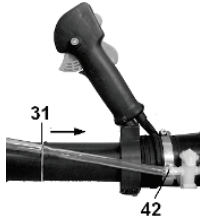

Рис. 12
Вставьте свободный конец другого шланга подачи раствора (23) через заглушку (31) и закрепите его на патрубке клапана раствора (13), закрепите хомутом для шланга (42); прижмите другой конец шланга к дозирующей ручке (16) и закрепите его зажимом (45). (Рис. 12, 13)